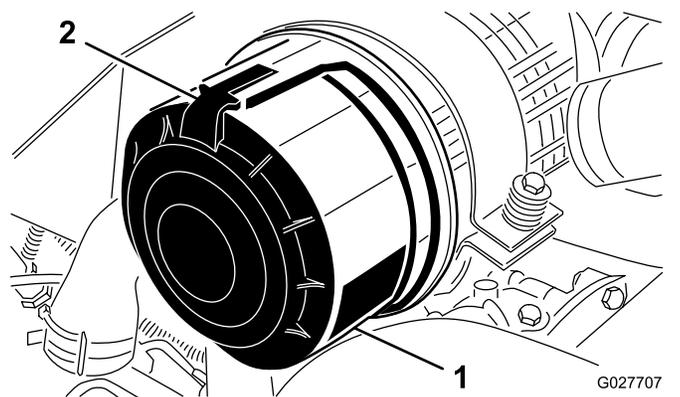

Рисунок 61
1. Отпустите защелки, фиксирующие крышку воздухоочистителя на его корпусе (Рисунок 61).